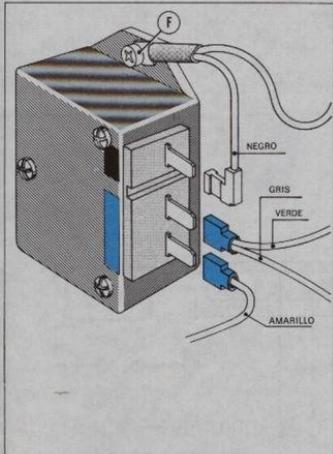

Fig. 23
1. Quitar al vehículo eficiente, que se utiliza para efectuar la prueba, el regulador de tensión preexistente y montar (ver esquema de las conexiones en la fig. 22) el que debe controlarse, pero sin conectar el terminal que une los cables GRIS y VERDE (ver fig. 23), excluyendo de esta manera las cargas de las lámparas que, en caso de regulación defectuosa, podrían quemarse.